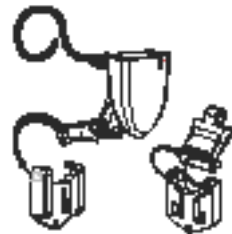

Рис. 20
3) При креплении датчика на блок составного кронштейна вставьте сборку блока/датчика в крепежный кронштейн (смотрите рисунок 20).